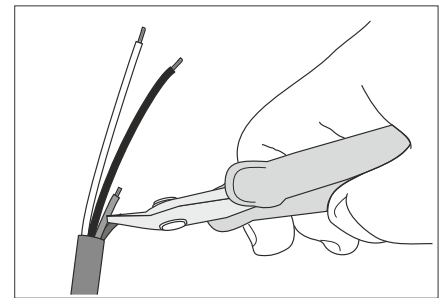

Fig. 3
N.B.: Si raccomanda di tagliare ed isolare i terminali che non verranno utilizzati (vedi fig. 3).
N.B.: Take care to cut and insulate the ends that will not be used (see Fig.3).
Beachte: Es wird empfohlen, die nicht zum Einsatz kommenden Endstücke abzuschneiden und zu isolieren (Abb. 3).